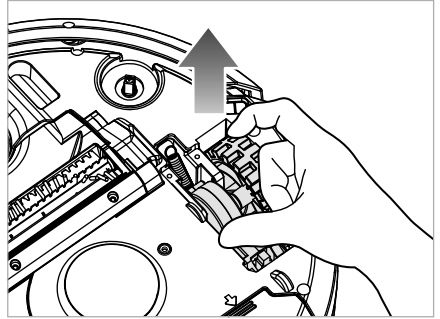

Abb. 21
- 3) Ziehen Sie das Rad 20/34 ein Stück aus dem Gerät und reinigen Sie es mit einem leicht angefeuchteten Tuch oder der Reinigungsbürste 11 (siehe Abb. 21 und 22). Wischen Sie bei Bedarf auch das Radfach aus.